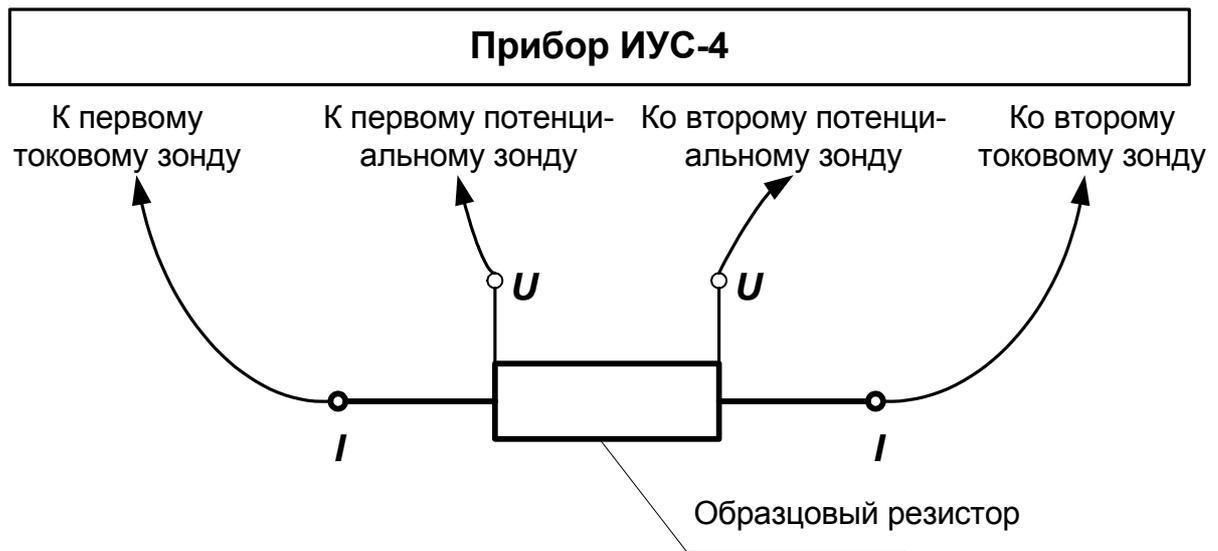

Рис. 4
1. Подключить катушку сопротивления по четырехточечной схеме (рис.4). Сопротивления соединительных проводников в цепи токовых зондов не должны превышать 0.01 Ом
Основную погрешность определяют методом прямого измерения сопротивления образцовых катушек поверяемым прибором ИУС-4, которые подключаются к прибору по схеме на рис. 4.